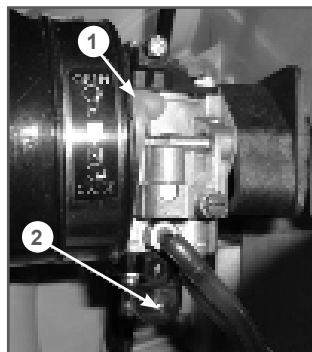

Рис. 3 Рычаг управления воздушной заслонкой и ручной топливный насос
- Закройте воздушную заслонку карбюратора. Для этого рычаг 1 (Рис. 3) управления воздушной заслонкой установите в нижнее положение «ЗАКРЫТО».
- Прокачайте топливо через карбюратор. Для этого нажимайте (примерно 5-10 раз) на ручной топливный насос 2 (Рис. 3) до появления в насосе топлива и возникновения сопротивления при нажатии.